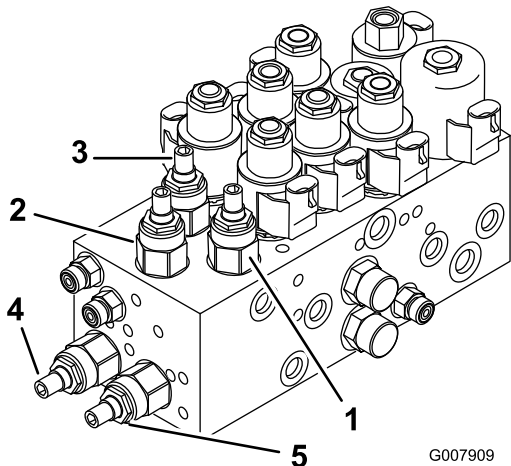
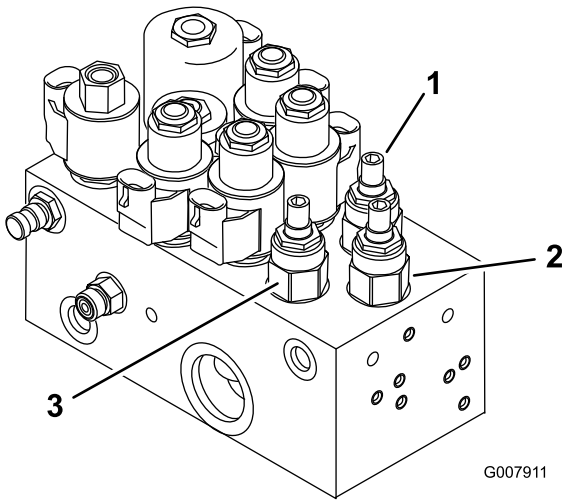

Figura 85
Figura 86
- 1. Accedete alla valvole sul collettore di sollevamento per regolare la(e) unità di taglio prevista(e) (Vedi tabella, Figura 85 e Figura 86).